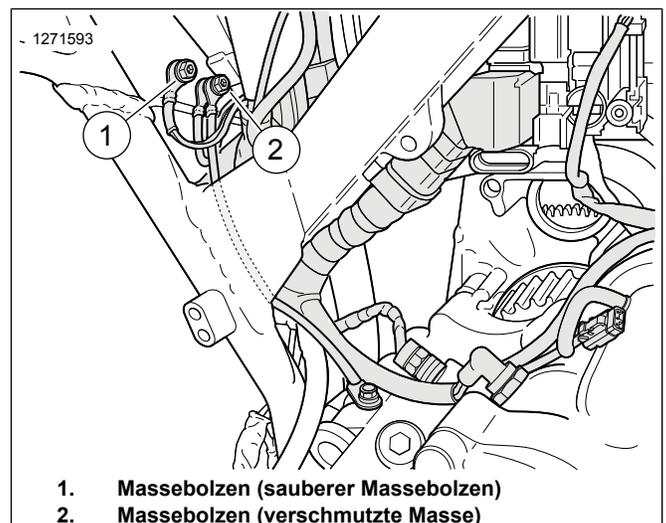

Abbildung 42. Position des Batterieträger-Massebolzens
Siehe Abbildung 42 >. Das ATM-Massekabel zum **sauberen** Rahmenmassebolzen (1) führen und anschließen. Festziehen.